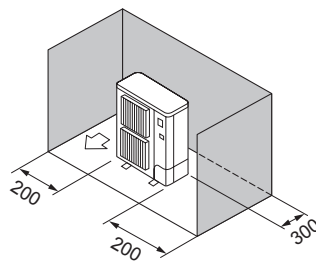

Fig. 2-8
- ③ Prekážky len zozadu a po stranách (Fig. 2-8)